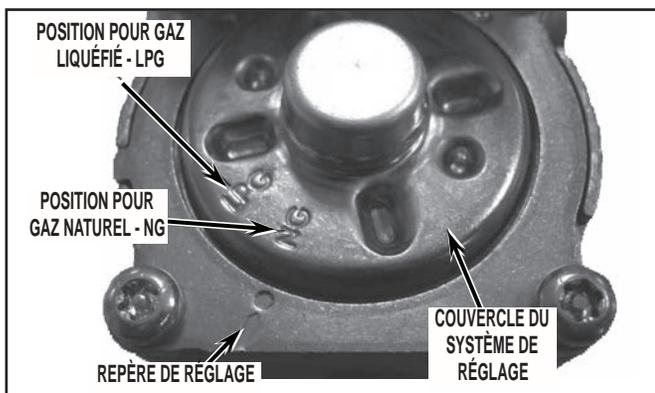

FIGURE 24
28. Identifier sur le couvercle les marques de positionnement correspondant à l'alimentation au gaz naturel (NG) et à l'alimentation au gaz liquéfié (LPG); noter également le repère de réglage, qui indique le type de gaz utilisé. Voir *Figure 24*.